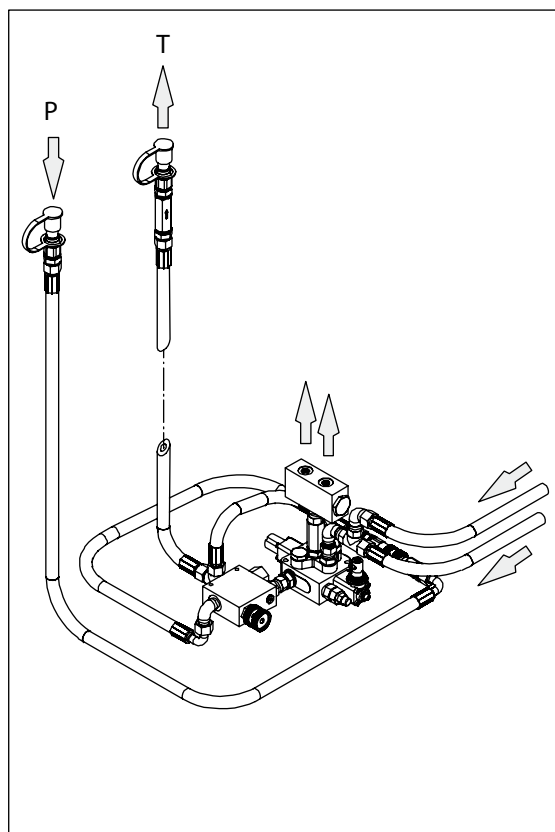

Рис. 5. Присоединение гидравлики, питатель
5. Максимальное рабочее давление составляет 175 бар. Подсоединить обратный шланг (Т) к обратному соединению клапана двойного действия или предпочтительно непосредственно к баку. Рис. 5.